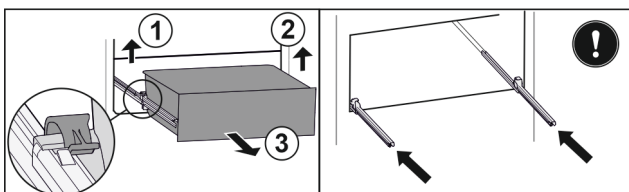

Fig. 187
- Linke Klemme anheben und gleichzeitig Schubfach links nach vorne ziehen. Fig. 187 (1)
- Rechte Klemme anheben und gleichzeitig Schubfach rechts nach vorne ziehen. Fig. 187 (2)
- Schubfach nach vorne entnehmen. Fig. 187 (3)